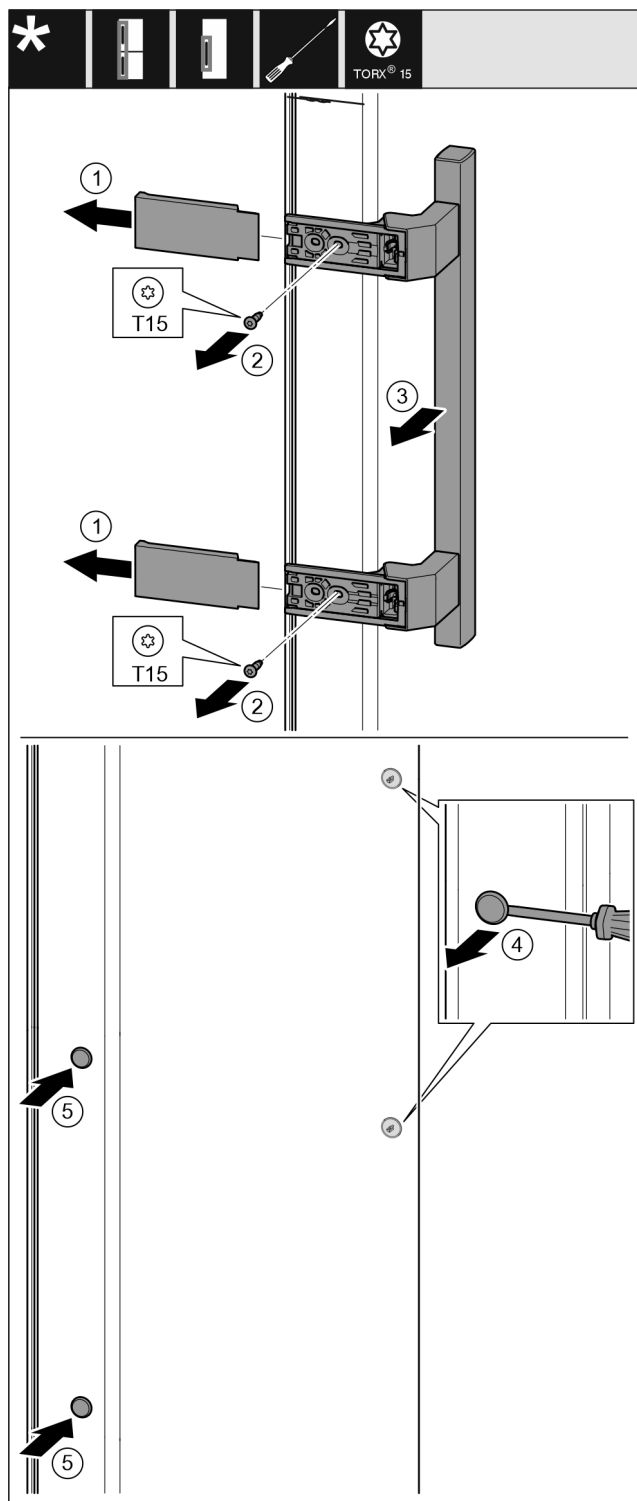

Fig. 14
- ▶ Hiqni kapakun mbulues. Fig. 14 (1)
- ▶ Lironi vidat me një kaçavidë Torx 15. Fig. 14 (2)
- ▶ Hiqni dorezën. Fig. 14 (3)
- ▶ Ngrini lart me kujdes tapat anësore me një kaçavidë me kokë petë dhe nxirrini jashtë. Fig. 14 (4)
- ▶ Vendosni sërish tapat në anën tjetër. Fig. 14 (5)